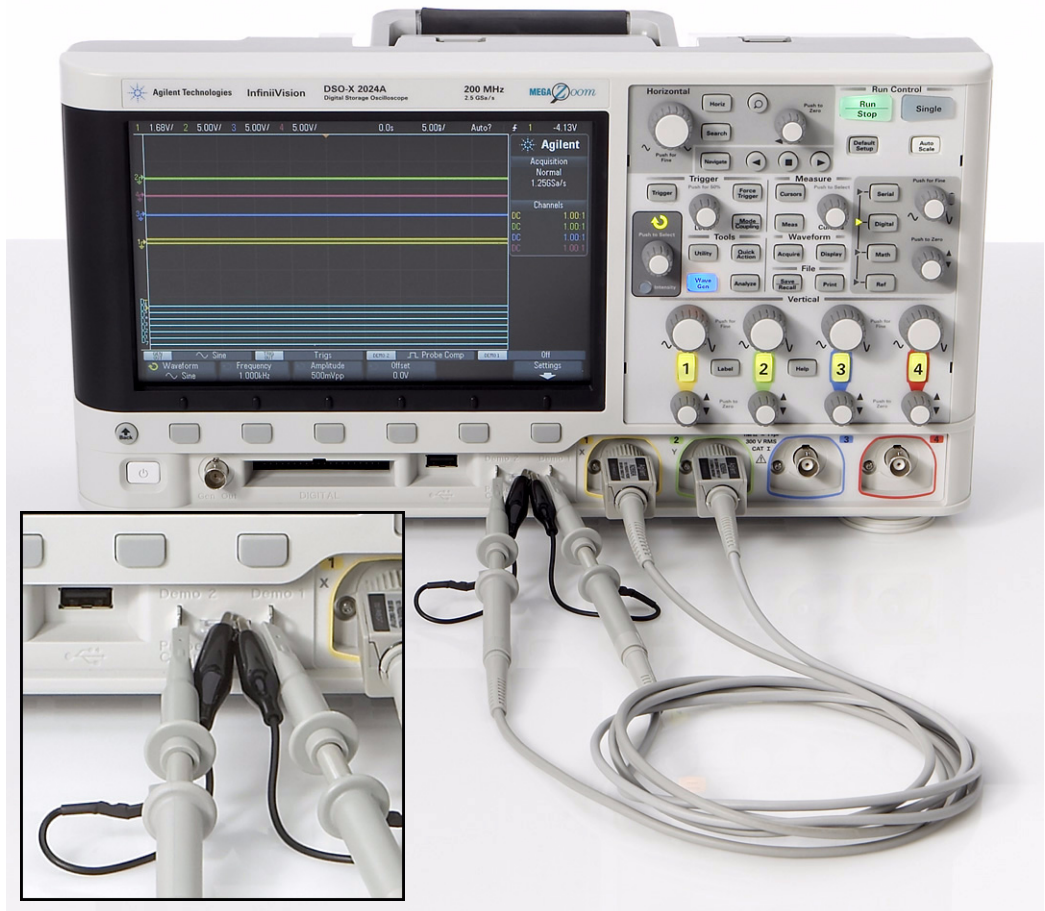

图 8 将通道 1 和通道 2 输入之间的探头连接到培训信号输出端子
- 1 将一个示波器探头连接到通道 1 输入 BNC 和标记为“Demo1”的输出端子之间，如图 8 所示。将此探头的接地夹连接到中心端子（接地）。
- 2 将第二个示波器探头连接到通道 2 输入 BNC 和标记为“Demo2”的输出端子之间，如图 8 所示。将此探头的接地夹连接到中心端子。